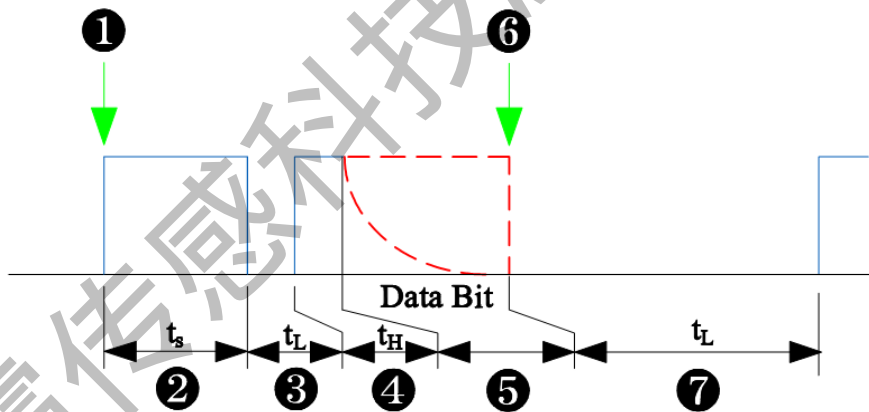

图 3
如图 3 中⑦所示，在读取过程中 DOCI 接口维持低电平超过 1 个系统时钟周期，数据读取过程终止，且输出数据锁存器被更新。